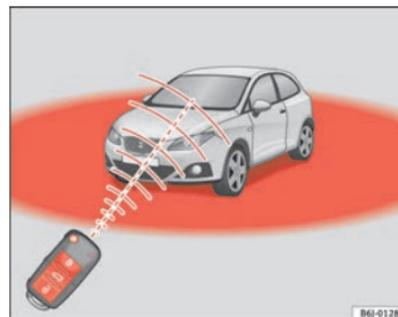

Fig. 44 Raio de ação do comando à distância por radiofrequência
Além disso, o indicador luminoso da pilha da chave ⇒ fig. 44, começa a piscar.
- O comando à distância por radiofrequência só funciona dentro do seu raio de acção ⇒ página 84, fig. 44.